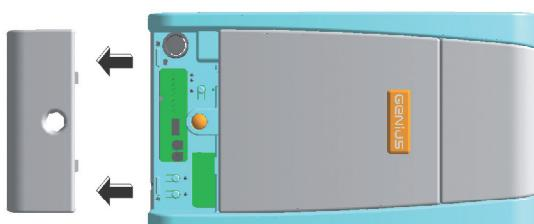

Fig. 28
**Il ciclo di SET UP va eseguito con il carter plastico montato. È sufficiente togliere lo sportello posteriore. (Fig. 28). Afferrare con due mani lo sportello posteriore e tirare delicatamente verso il basso. Terminata la procedura indicata in questo capitolo rimontare lo sportello.**